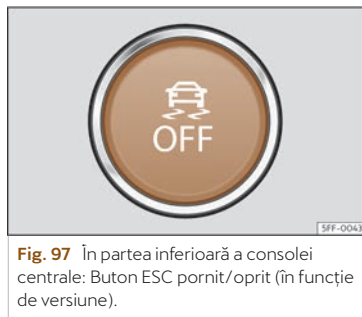

Fig. 97 În partea inferioară a consolei centrale: Buton ESC pornit/oprit (în funcție de versiune).
- ASR poate fi activat și dezactivat prin apăsarea scurtă a butonului  de pe consola centrală >>> **fig. 97**.
- În modul Sport, ESC poate fi dezactivat și activat prin apăsarea scurtă a butonului  de pe consola centrală >>> **fig. 97**.
• ESC poate fi activat și dezactivat prin apăsarea scurtă a butonului  de pe consola centrală >>> **fig. 97.**